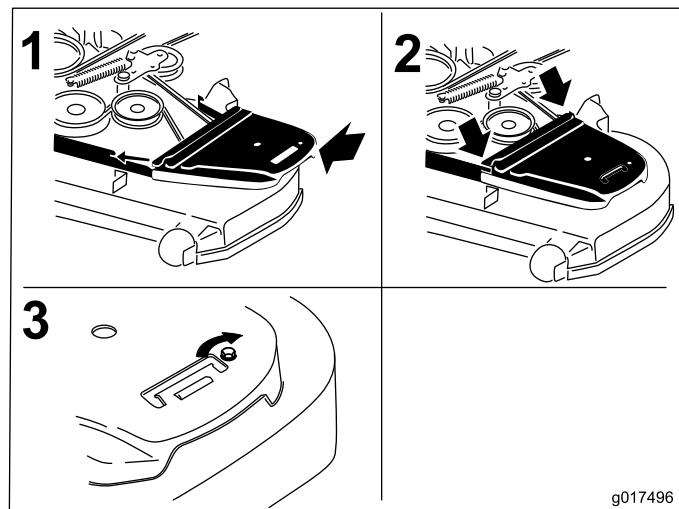

Figura 57
- Instale las cubiertas de la correa (Figura 57).